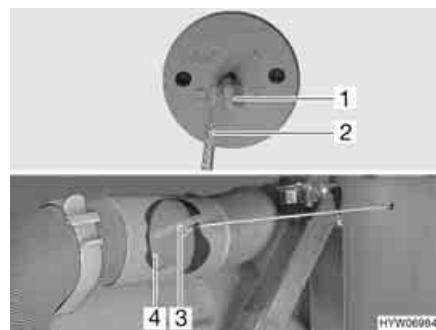

Fig. 164 Impostazione riscaldamento
La distribuzione dell'aria calda per la mansarda può essere aperta e chiusa mediante l'impostazione riscaldamento (Fig. 164).
- Tirare in fuori la cordicella (Fig. 164,2) finché non si incontra una leggera resistenza e fissare la cordicella nel fermo (Fig. 164,1).
Lo sportello (Fig. 164,4) è chiuso.
- Sganciare la cordicella (Fig. 164,2) dal fermo (Fig. 164,1) e riportarla lentamente nella posizione originaria.
Lo sportello (Fig. 164,4) viene aperto dalla molla (Fig. 164,3).